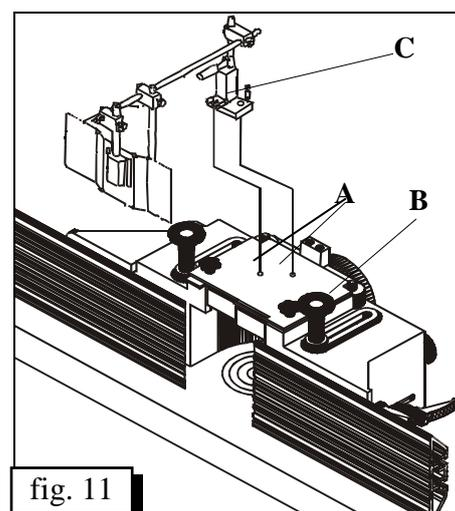

fig. 11
- Dévissez complètement les écrous des boulons A (fig. 11) sur le couvercle de la boîte de protection B.